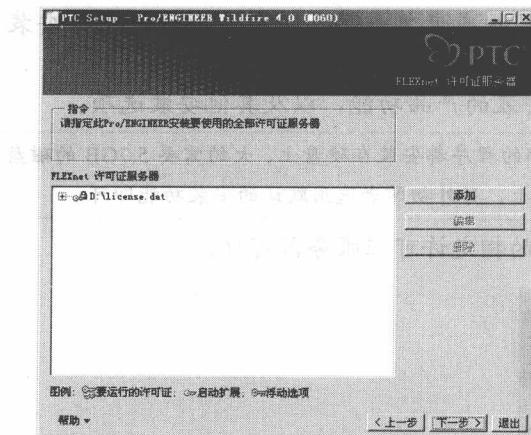

图 1-15 完成许可证服务器文件添加
(10) 单击  按钮，已经在【FLEXnet 许可证服务器】列表中为 Pro/E 添加了许可证文件，如图 1-15 所示。